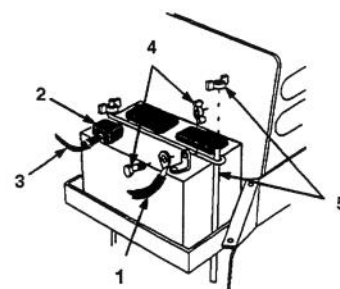

Figure 35
4. Débrancher le fil de terre négatif (noir) de la borne de la batterie (Fig. 35).
5. Soulever le capuchon en caoutchouc sur le câble positif (rouge). Débrancher le câble positif (rouge) de la borne de la batterie (Fig. 35).
6. Déposer les barres de retenue de la batterie (Fig. 35).
9. Au moyen du boulon et de l'écrou papillon, brancher le câble positif (rouge) à la borne positive (+) de la batterie (Fig. 35). Recouvrir la borne de la batterie avec le capuchon en caoutchouc.
10. Au moyen du boulon et de l'écrou papillon, brancher le câble négatif (noir) à la borne négative (-) de la batterie (Fig. 35).